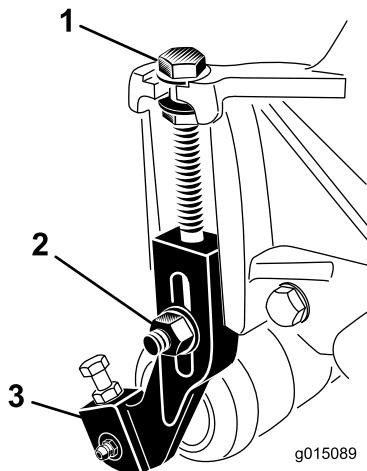

Figura 18
1. Afloje las contratuerzas que fijan los brazos de altura de corte a las chapas laterales de la unidad de corte (Figura 18).